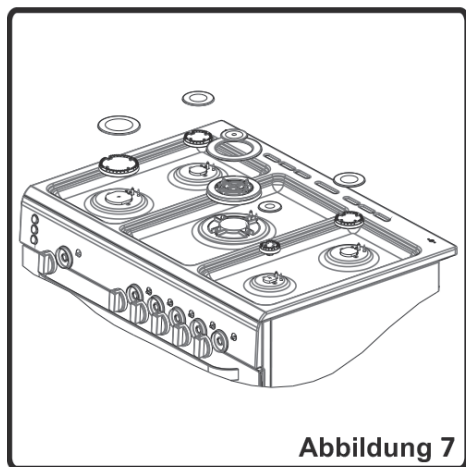

Abbildung 7
- Entfernen Sie die Abdeckung und den Adapter. (Abb. 7).